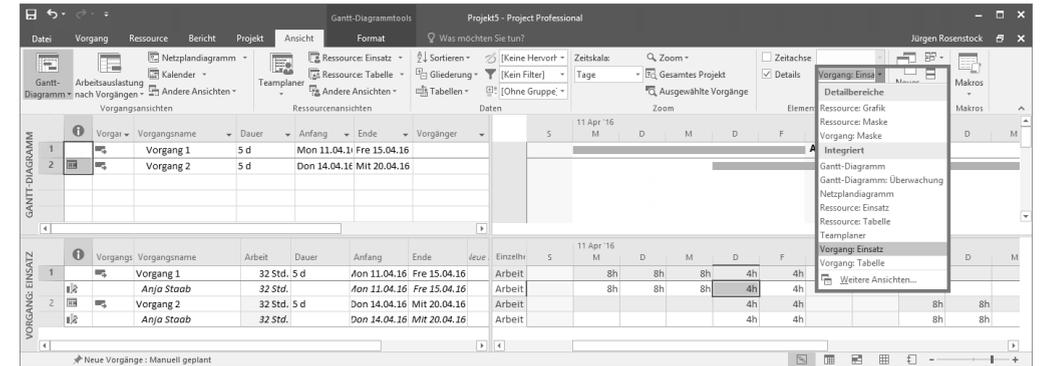

Abbildung 6.33 Einstellungen der Ansicht für die genaue Darstellung der Zuordnungsmengen
Möchten Sie Überlappungen von Vorgängen in Ihrem Projektplan darstellen, sollten Sie dafür eine Ansichtskombination nutzen, wie in Abbildung 6.33 zu sehen.
3. In dieser Auswahl wählen Sie die Ansicht VORGANG: EINSATZ aus (siehe Abbildung 6.33).